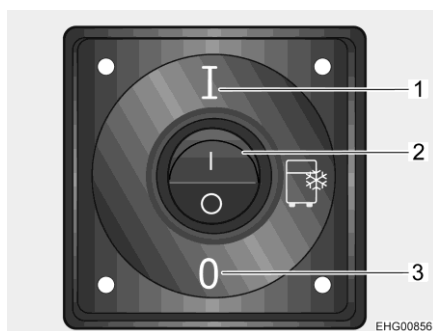

Fig. 58 Bouton Marche/Arrêt glacière
- Placer le commutateur à bascule (Fig. 58,2) sur la position I (Fig. 58,1).
- Placer le commutateur à bascule (Fig. 58,2) sur la position 0 (Fig. 58,3).